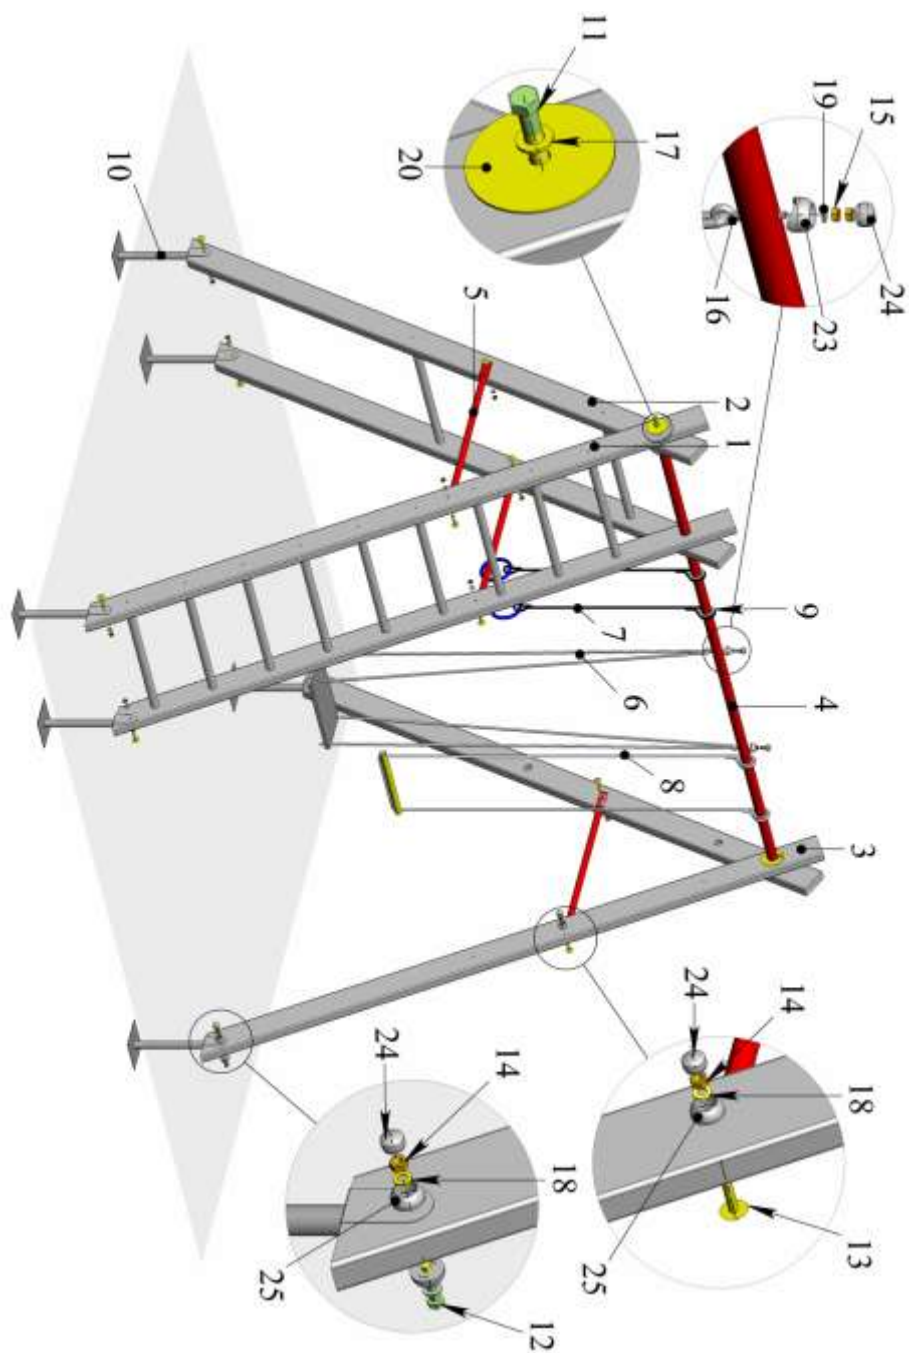

Рис.1
6.4.1. На выбранном для установки Комплекса месте разложить в примерном соответствии стойки поз.3 и лестницы поз. 1 и 2 и поперечину поз.4 (Рис.1).
6.4.6. Закрепить стяжки поз.5 с помощью мебельных болтов поз.13, гаек поз.14, шайб поз.18 и корпусов заглушек плоских поз. 25 смотрите (Рис.1).